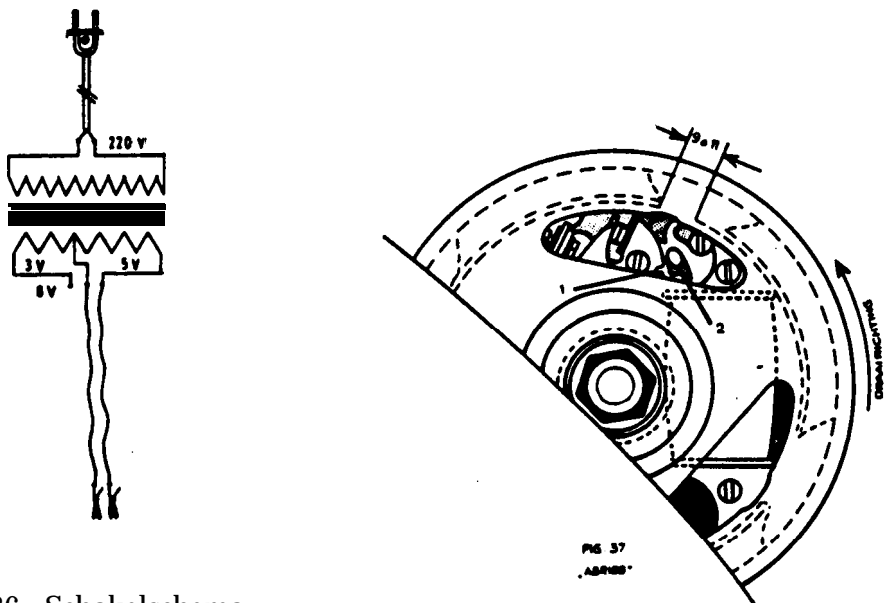

Fig. 36. Schakelschema controle apparaat
- 5 Nu de ontsteking afstellen. Hiervoor een lampje en een transformator gebruiken volgens bijgaand schema (fig. 36). Snoertjes aan 5 volts zijde voorzien van zgn. krokodillenbekjes. Een der klemmen komt aan de massa, de andere aan de kortsluitdraad, dit is de zwarte draad die uit de ontsteking komt.